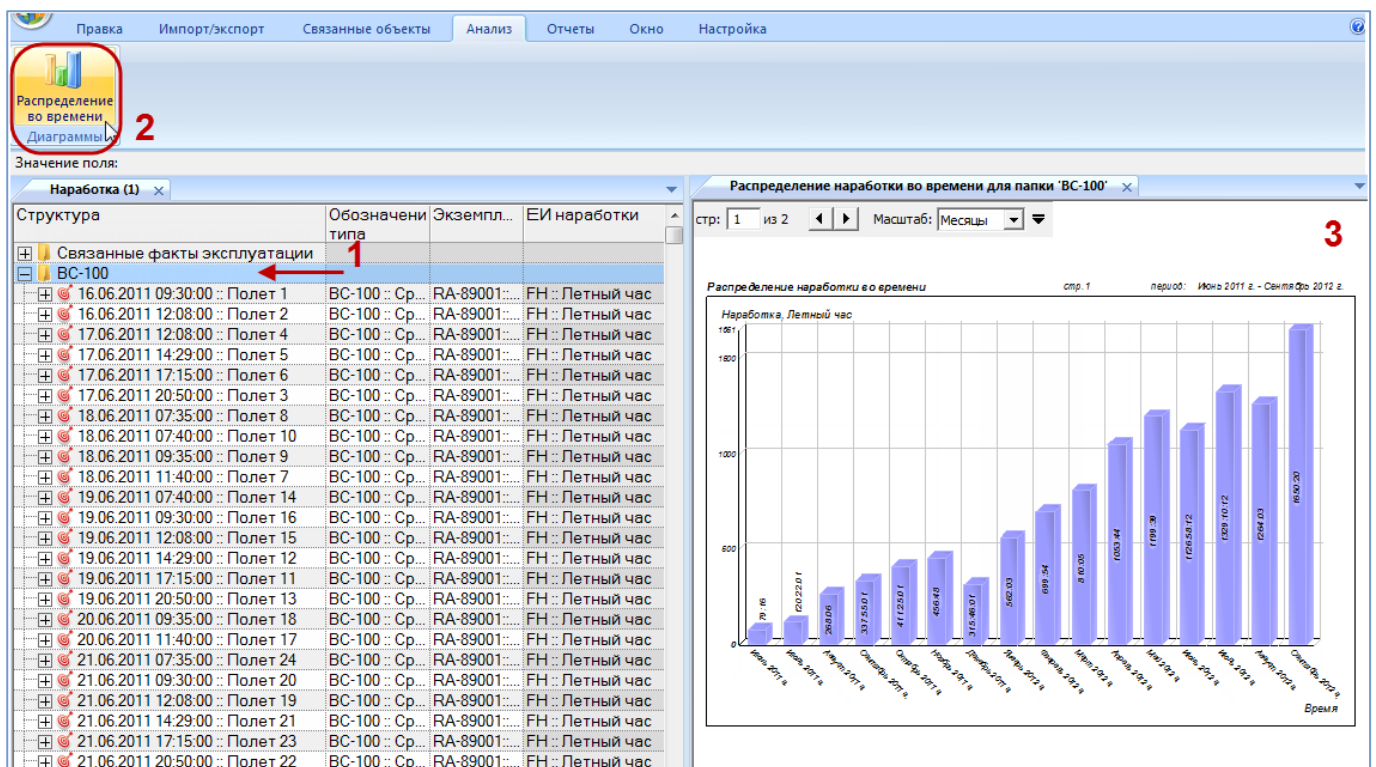

Рис. 13-222 – Построение диаграммы по наработке
- 2) Нажать кнопку «Распределение во времени» панели «Диаграммы» на вкладке «Анализ» (2 на рис. 13-222).
- 3) В отдельном рабочем окне отображается диаграмма по наработке (3 на рис. 13-222). Краткое описание инструментов панели «Файл» для диаграмм приведено в пункте 5.4.7 «Панель «Диаграммы»», стр. 62.